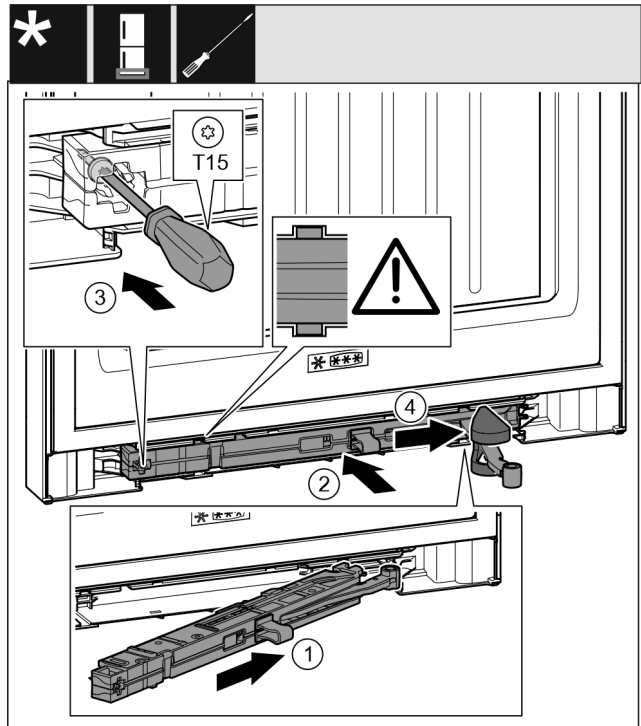

Fig. 46
- ▶ Jednotku tlmíča uzatvárania zasuňte na strane ložiskovej konzoly až na doraz šikmo do vybrania. Fig. 46 (1)
- ▶ Jednotku tlmíča uzatvárania zasuňte úplne do vybrania. Fig. 46 (2)
- ▶ Skrutkovačom T15 pevne zaskrutkujte skrutku. Fig. 46 (3)
- ▶ Na kĺb nasuňte kryt. Fig. 46 (4)